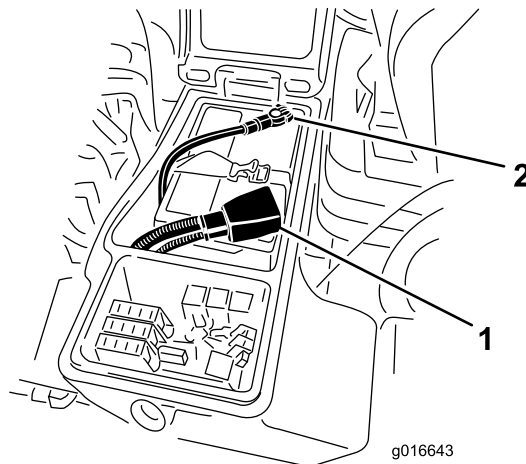

Figura 86
6. Collegate il cavo positivo (rosso) al terminale positivo (+) e il cavo negativo (nero) al terminale negativo (-) della batteria (**Figura 86**).